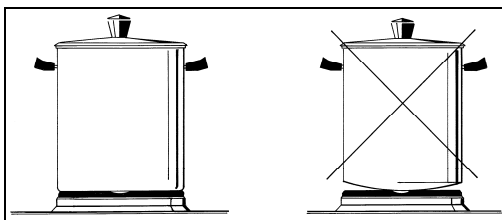

Fig. 14
- Utilisez des récipients à fond plat et épais (cfr. FIG.14).